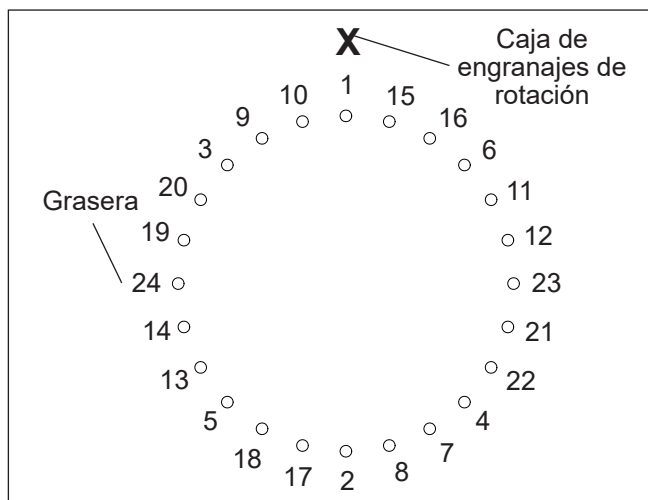

Figura 6.4 —
8. Ajuste los tornillos en tres etapas con las mismas fuerzas de apriete empleadas en la pista externa del paso 5. Siga el patrón alternativo en forma de estrella indicado en la Figura 6.4.